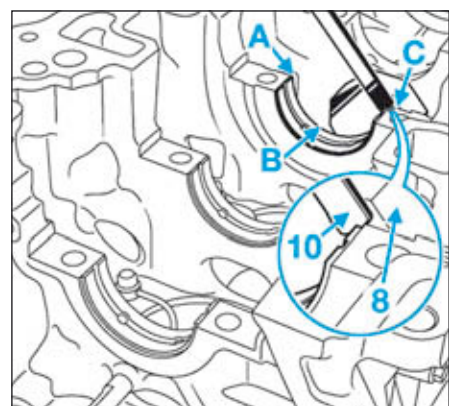

FIG.75
- Centrer le coussinet rainuré sur le palier en alignant la rainure du coussinet avec la rainure du palier (Fig.75).
- Ajuster la position du coussinet sur les points (A), (B) et (C) à l'aide de la cale rectifiée (8) et d'une cale (10) d'une épaisseur de $2 \pm 0,1$ mm correspondant à la côte (X3).